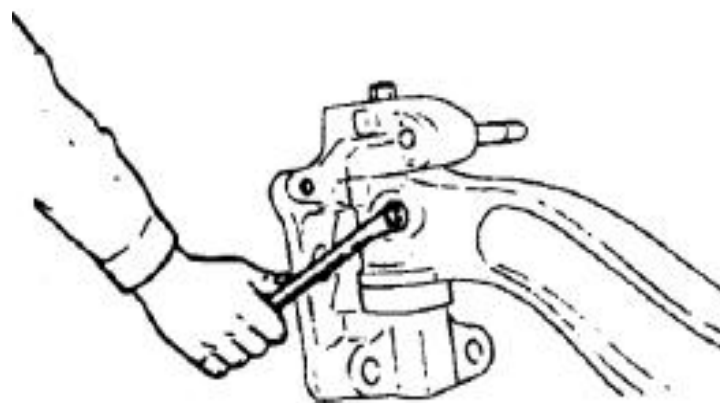

图 5-16
- (2) 从主销的上下端拆下堵盖和关联零件。
- (3) 拧松主销的楔形锁销锁紧螺母，直到螺母外平面与锁销端部平齐。(图 5-16)